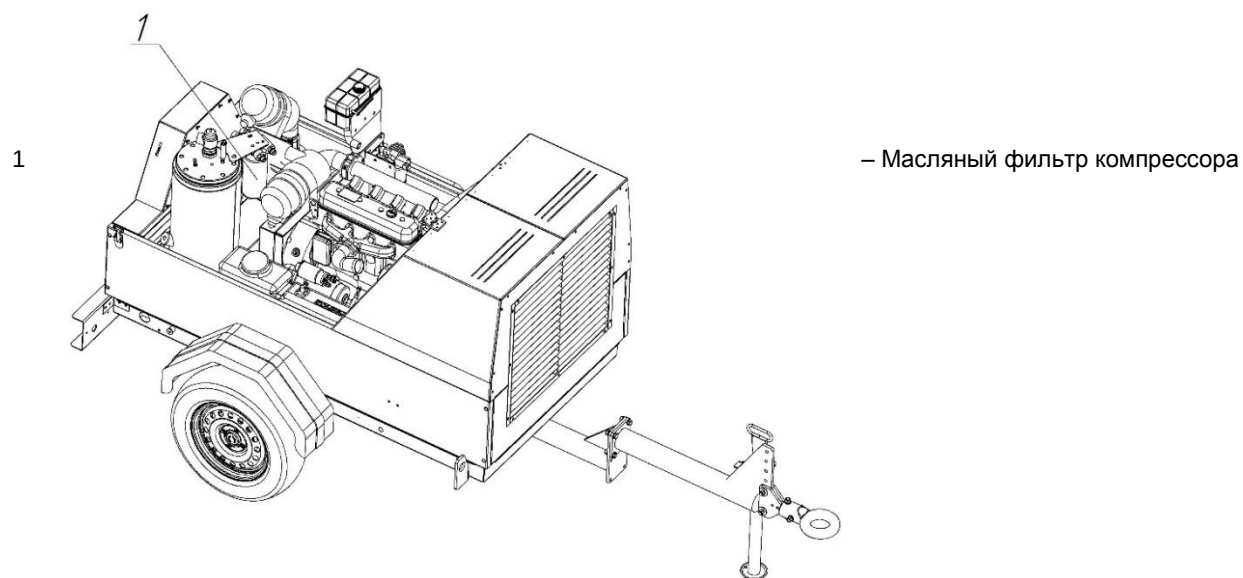

Рис. 6.4.2
6. Отверните масляный фильтр поз.1 Рис.6.4.2 от корпуса масляного блока.